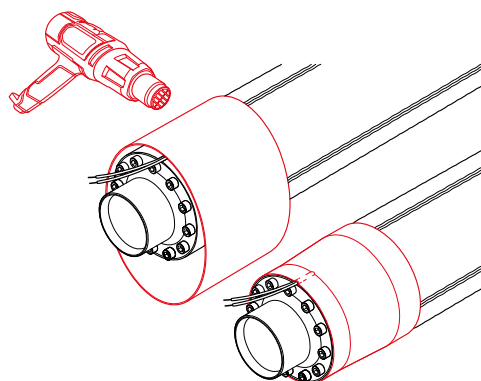

Рис. 4.9.3
3. Усадить термоусаживаемый рукав газовой горелкой (или паяльной лампой, или техническим феном) (рис. 4.9.3).